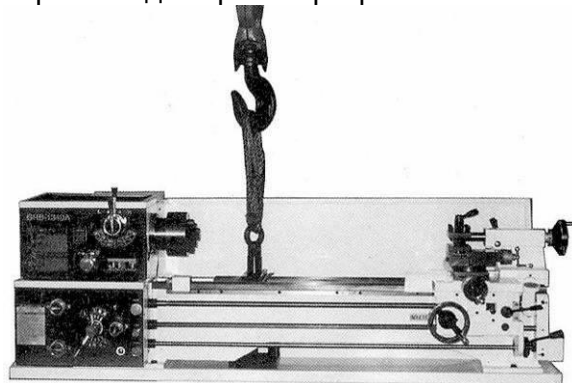

Рис. 4
Смонтируйте поставленное грузоподъемное устройство на станине станка (смотри рис. 4). Поднять станок с помощью достаточно прочных ремней для транспортировки.
Рис.4а
**ВНИМАНИЕ:** В транспортном положении продольный суппорт станка зафиксирован винтом! При подготовке станка к работе необходимо отвернуть фиксирующий винт (Рис.4а), во избежание повреждения шестерен.